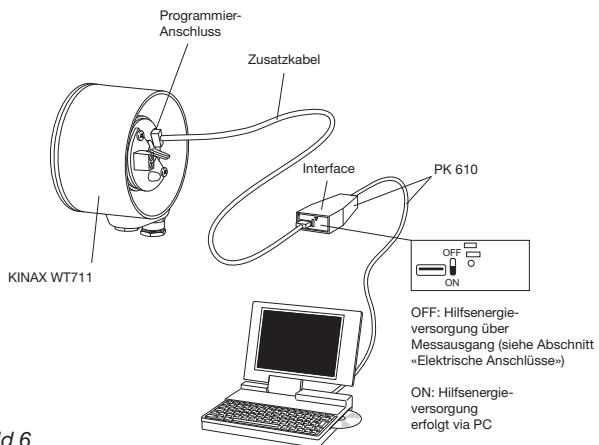
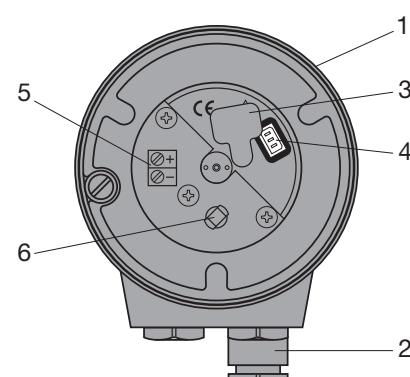

Bild 6
Bild 8. Gehäuse (1), Deckel abgenommen, mit Klemmen (5) und Stopfbuchsen (2).
1. Kunststoff-Deckel vom Gehäuse entfernen. Durch Abziehen des Gummi-Verschlusses (3) wird der Programmierananschluss (4) zugänglich (siehe Abschnitt «8.1 Leitungen anschliessen» und Bild 8). KINAX WT 711 nach Bild 6 mit der Programmierereinrichtung verbinden. Konfigurations-Software 2W2 starten. Gerät – wenn nötig – mit den gewünschten Messbereichsdaten konfigurieren.
1. Messumformer in Betrieb nehmen und gemäss Bild 6 an Programmriereinrichtung anschliessen (Schalter AUX am PK 610 auf OFF).